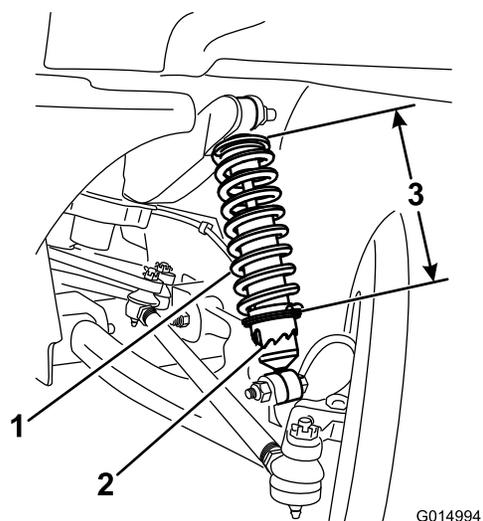

Figura 53
3. Utilizando a ferramenta Toro 6010, rode o anel no amortecedor para alterar o comprimento da mola (Figura 53).